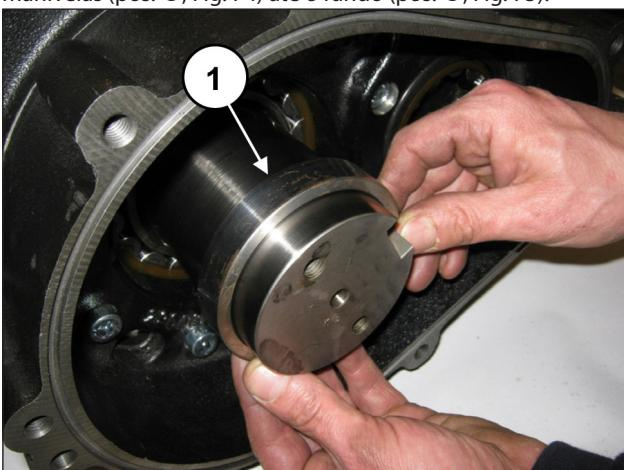
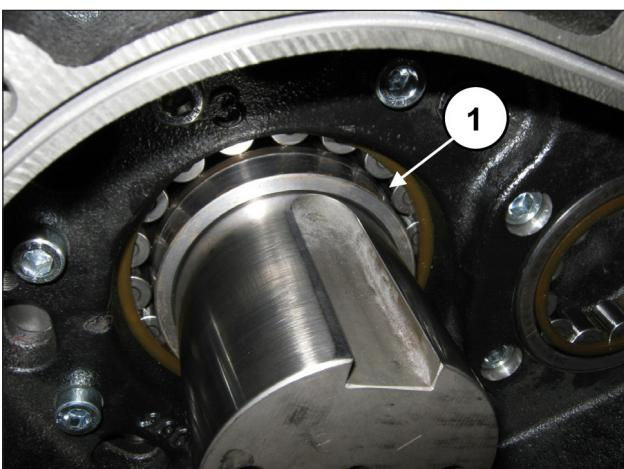

Fig. 74
Fig. 75
Insira o anel de suporte da coroa no suporte do eixo de manivelas (pos. ①, Fig. 74) até o fundo (pos. ①, Fig. 75).